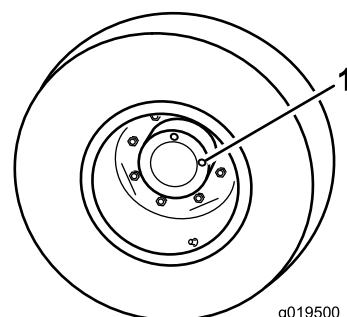

図 71
1. 水平な床面で、点検プラグ 図 71 の1つが時計の 12 時を指し、もうひとつが 3 時を指すように駐車する。
2. 3時の位置にあるプラグを外す 図 71。